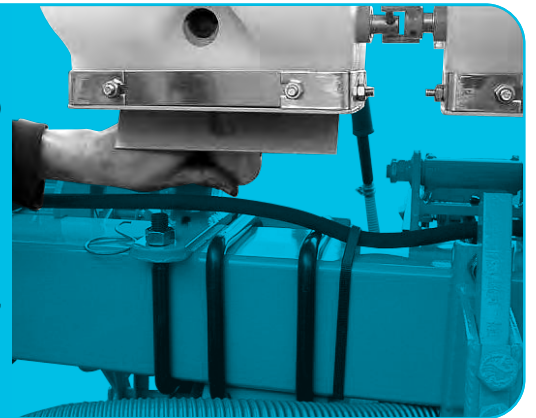

Fig. 41
- Pour vidanger la trémie fertiliseur, basculer les trappes de sortie. (Fig. 41)
- To empty the fertilizer hopper, tip the outlet trapdoors. (Fig. 41)
- Um den Düngestreuer zu entleeren, klappen Sie bitte die Ausläufe des Düngestreuers auf. (Abb. 41)
- Per svuotare la tramoggia fertilizzatore, ruotare le valvole d'uscita. (Fig. 41)